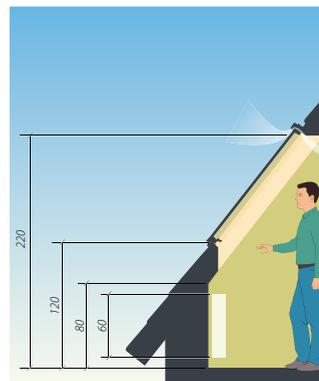

Рис. 4
- Оптимальная высота установки от пола – 120 см (рис. 4);